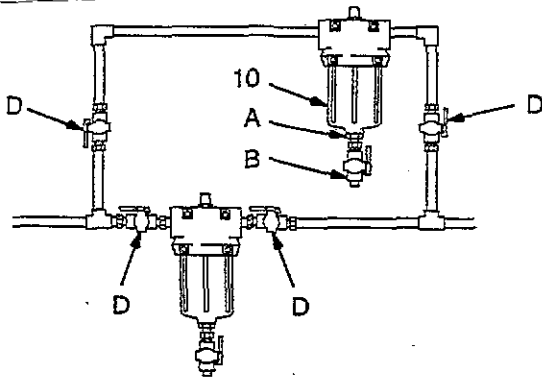

Abb. 3.1
Zwei Filter wie in Abb. 3.1 gezeigt, installieren. Die beiden Filter müssen einen Adapter (A) und ein Ablaßventil (B) in der Filtertasse (10) haben, um den Materialdruck entlasten zu können, bzw. das Material ablassen zu können. Vier Kugelhähne (D) am Filter Ein- und Ausgang montieren, wie in Abb. 3.1 gezeigt.